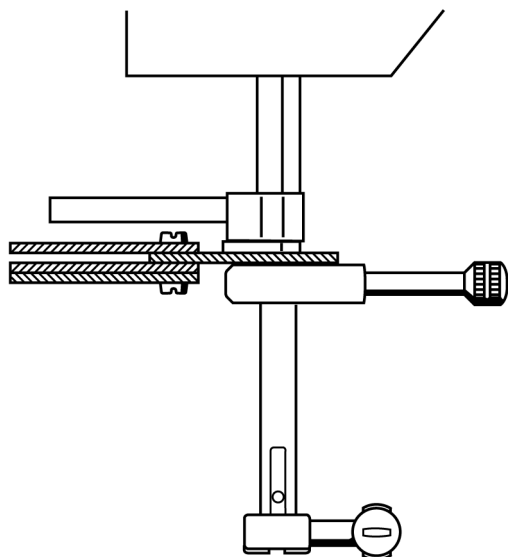

Рис. 7
- Приверните крепежный винт трубки (рис. 7).